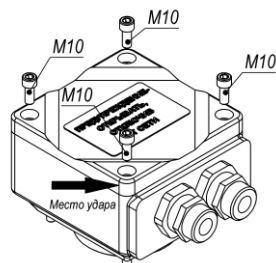

Рисунок 2 - Демонтаж крышки коробки выводов
- вывернуть винты 34 (четыре винта М10 см. рис. 2);